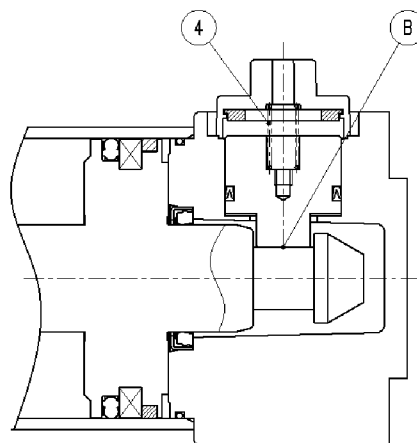

図 2
- (b) さらにシリンダのピストンがストロークエンドに近づき、スリーブの溝⑥がストップピストンの位置まで来るとストップピストンはばね④によって押し戻され、ストップピストンが溝に入り込みロックされます。(図2)